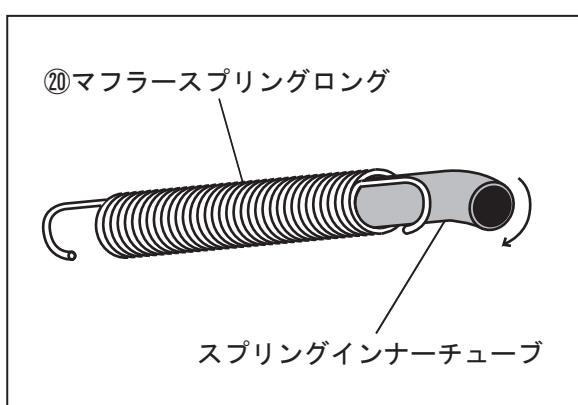

FIG. 10
11. ⑯マフラー弹簧ロングにスプリングインナーチューブを入れて下さい。（FIG. 10参照）